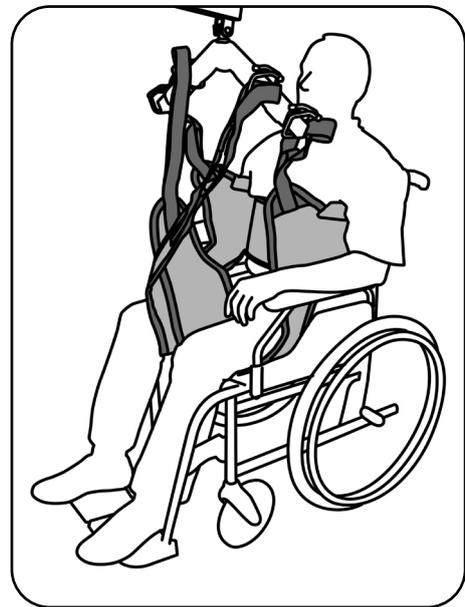

Abb. 8.2.03 – Anheben des Patienten
12. Heben Sie den Patienten mit dem aks-Patientenlifter an (Abb. 8.2.03). Beobachten Sie dabei den Patienten und die Straffung des Liftergurtes. Korrigieren Sie gegebenenfalls den Sitz des Liftergurtes durch erneutes Ablassen des Patienten und Verschieben der ungünstig sitzenden Teile des Liftergurtes. Beobachten Sie während des gesamten Hebevorganges ständig den Patienten und den Sitz des Liftergurtes. Heben Sie den Patienten nur so hoch wie nötig.